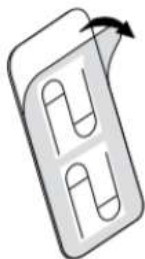

Fig. 1
- III. Destaque e remova a parte de trás do clipe da fibra **(Fig.1)**